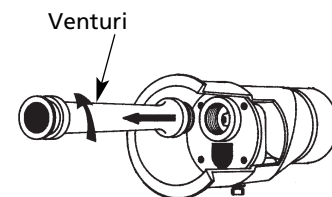

Figura 27
6. Desenrosque el Venturi y retírelo (gírelo hacia la izquierda; véase la Figura 27).